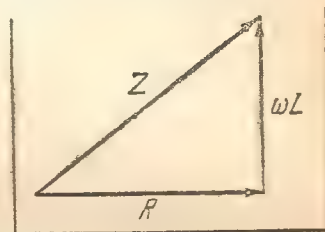

Рис. 8
Сходство формул (5) и (4) показывает нам, что полное сопротивление можно находить не только путем вычисления, но и путем построения прямоугольного треугольника напряжений (рис. 8), т. е. полное сопротивление цепи переменному току может быть получено путем измерения гипотенузы прямоугольного треугольника, катетами которого являются активное и реактивное сопротивления. Разумеется, измерения катетов
(рис. 8 и 10), то общее реактивное сопротивление цепи будет равно их разности, т. е.